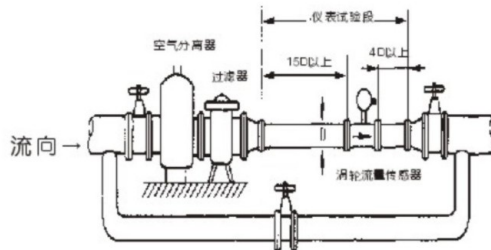

图 6-4 涡轮流量计附属装置配置示意图
- 为了在检修中不中断流体输送，通常在流量计的下游安装截止阀，同时设置旁通管道，并确保测量时旁通管道在旁通阀门关闭时不泄漏。流量计的典型安装管道系统如图 6-4。